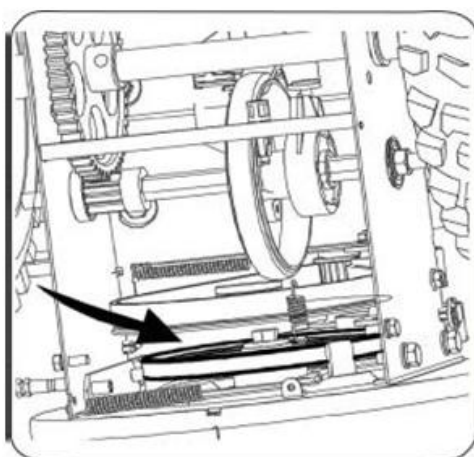

Рисунок 32
4. Снимите ремень привода со шкива и пропустите его между фрикционным колесом и диском фрикционного колеса (рис.32).